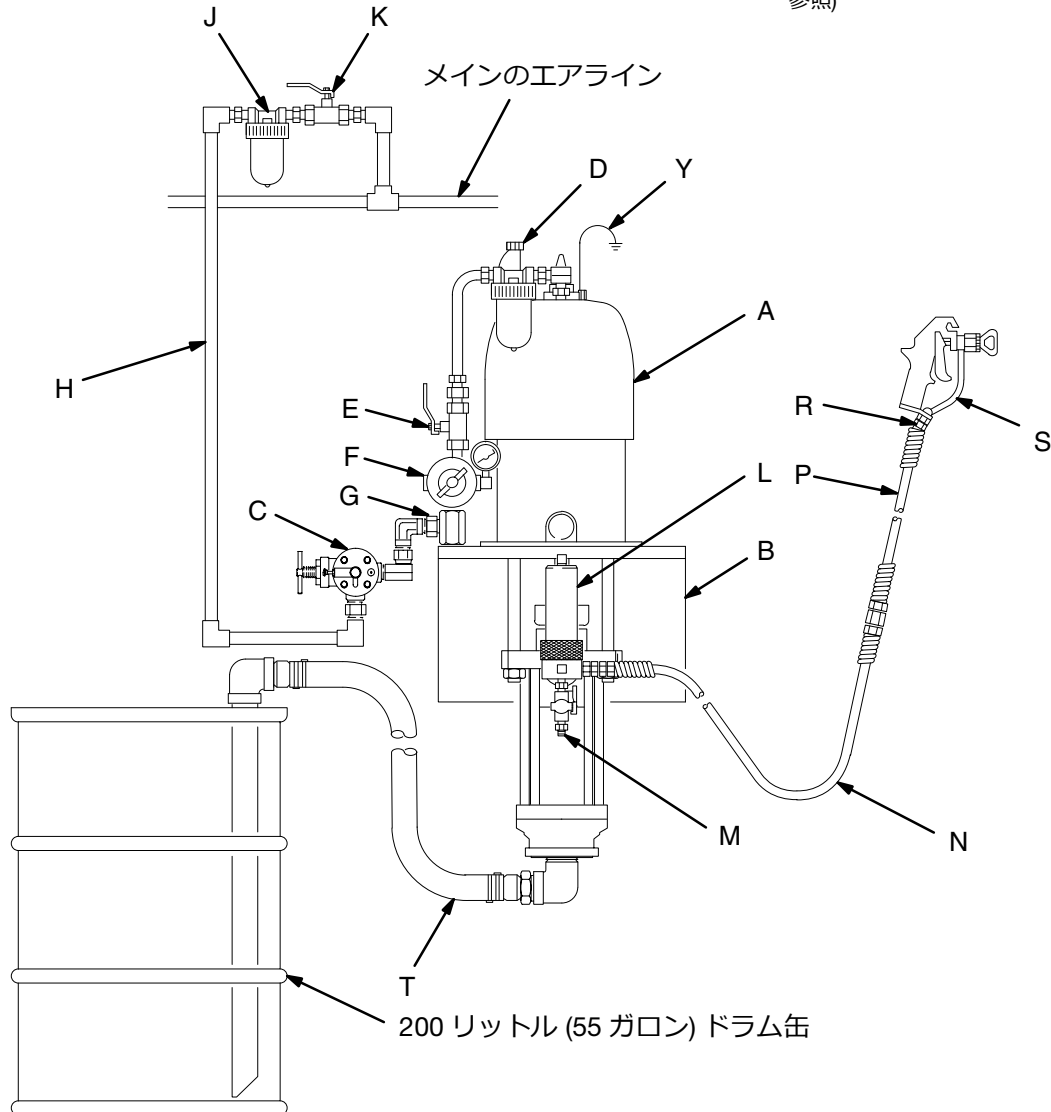

図 4
設置計画 (A) に適したタイプのポンプを取り付けてください。図 4 は、壁取り付け式を示しています。ポンプの寸法と取り付け穴の配置は 36 ページと 37 ページに記載しています。